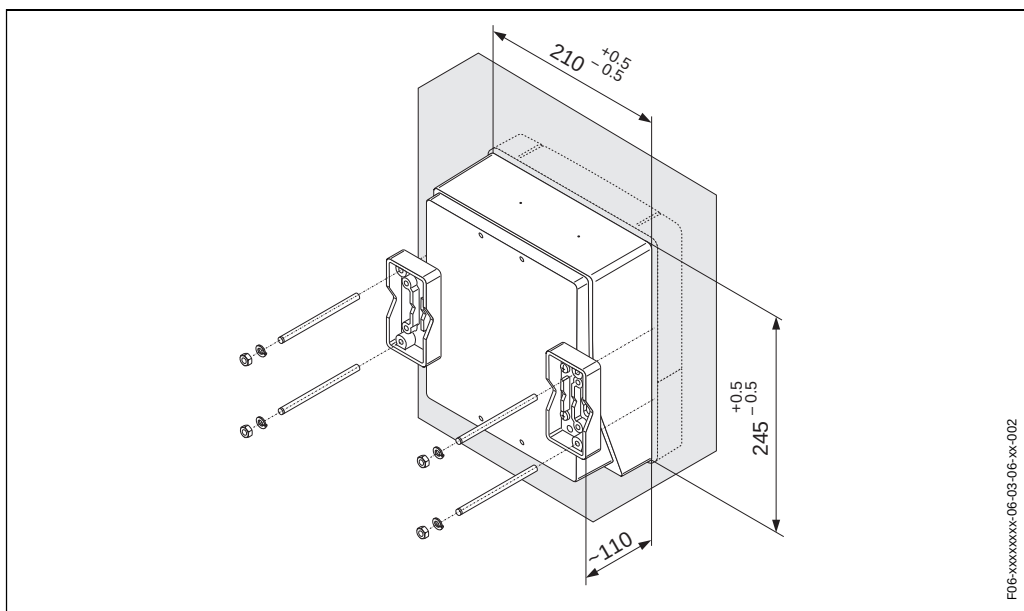

Fig. 27: Instalacao no painel (alojamento com montagem de parede)
1. Prepare a abertura do painel (Fig. 27).